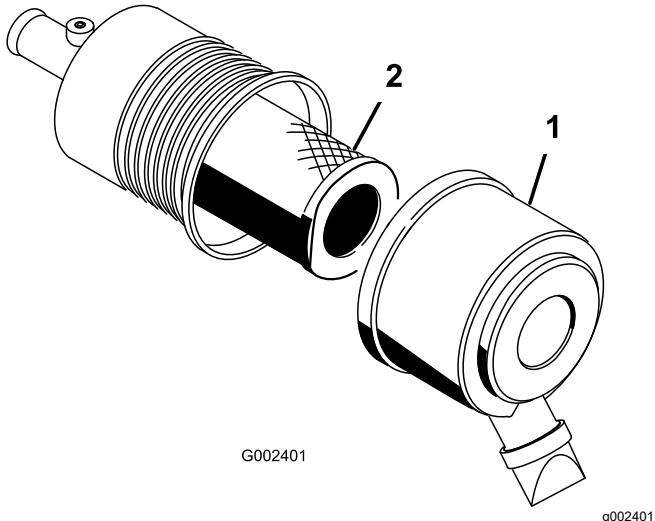

Figure 97
- Ouvrez les dispositifs de verrouillage du filtre à air et détachez le couvercle du boîtier du filtre (Figure 97).
- Sortez l'élément filtrant du boîtier du filtre avec précaution (Figure 97).
- Insérez le filtre sur le tube du boîtier avec précaution (Figure 97).
- Reposez le couvercle du filtre à air, le côté en haut, et verrouillez-le (Figure 97).